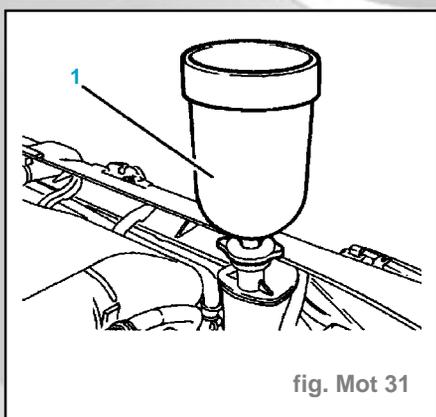

fig. Mot 31
- Monter sur l'orifice de remplissage le cylindre de charge [1] (fig. Mot. 31).